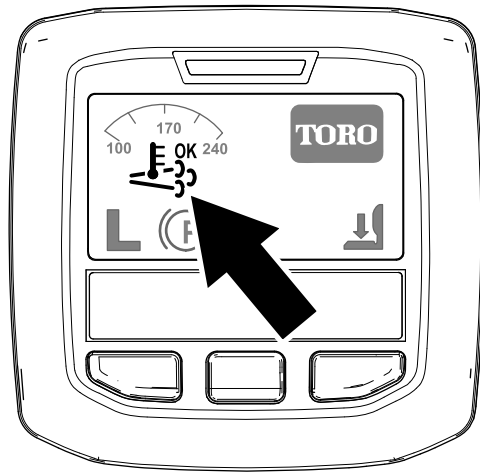

Figura 25
- Aparece el icono de regeneración de asistencia/restablecimiento en el InfoCenter (Figura 25).